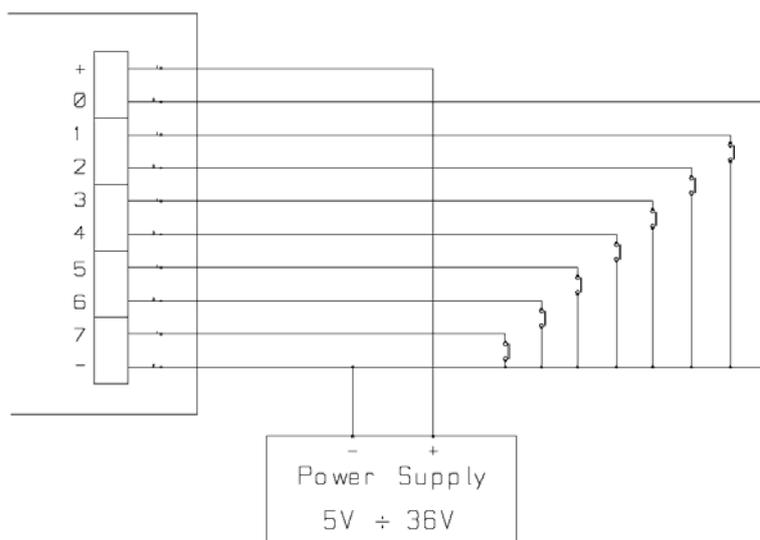

Figura 6: schema implementazione ingressi.
-Figura 6: nel caso in cui gli ingressi siano controllati direttamente da una tensione.